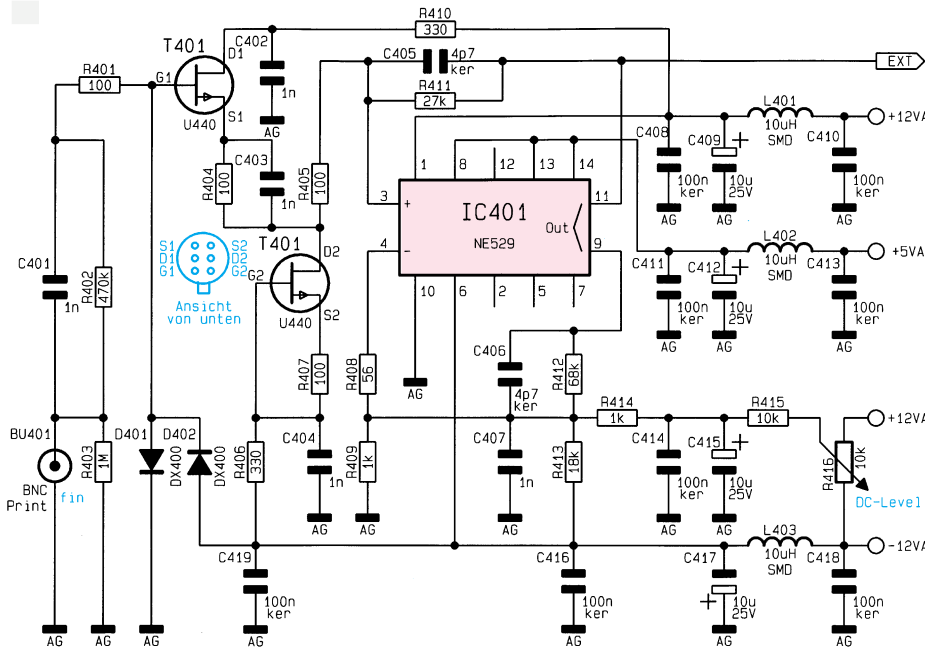

Bild 8: Schaltbild des Frequenzzähler-Vorverstärkers für externe Signale
- Abbildung 8: Vorverstärker
Vorverstärker (Abbildung 8)
Abbildung 8 zeigt das Schaltbild des Frequenzzähler-Vorverstärkers für externe Signale. Das an BU 401 anliegende Eingangssignal gelangt über C 401 und R 402/R 401 zum Gate des Doppel-Fets T 401 des Typs U440. Dieser nimmt eine Impedanztransformation vor und steuert das als Komparator mit Hysterese geschaltete IC 401 (NE529) an. Die Hysterese bestimmt die Empfindlichkeit des Vorverstärkers, die bei ca. 50 mV_{eff} liegt. Mit dem Potentiometer „DC-Level“ (R 416) kann eine optimale Anpassung an die Gleichspannungsverhältnisse des Eingangssignals vorgenommen werden.